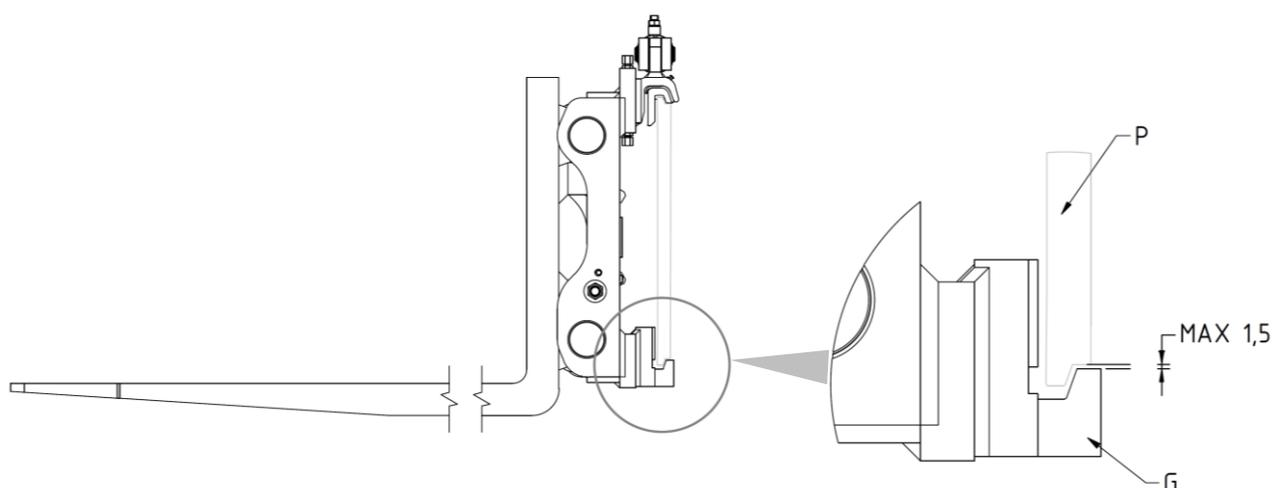

Figura 10
10. Atornillar los dos ganchos inferiores **G** para que su cuerpo quede enganchado debajo a la placa porta horquillas **P** (con un juego máximo de 1,5 mm, mira *Figura 10*), apretando con el par de apriete indicado en la *Tabla 4*.
3. Verificar la holgura entre la parte inferior de la plancha porta horquillas y los ganchos inferiores del equipo, verificando que sea como se indica en *Figura 4* (pag.11) y *Figura 10* (pag.16) y, si es necesario, intervenir en el apriete de los tornillos que los sostienen.